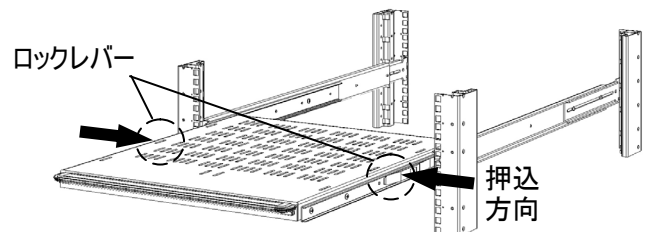

図6
- ・スライドレール両側にあるロックレバーを左右同時に押し込んで、ロックがかかるようにスリット付スライド台板を更に奥まで収納してください。(図6)